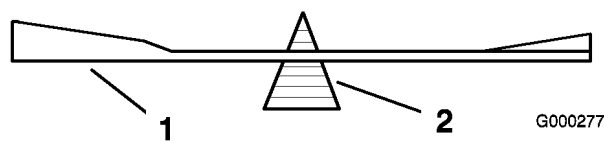
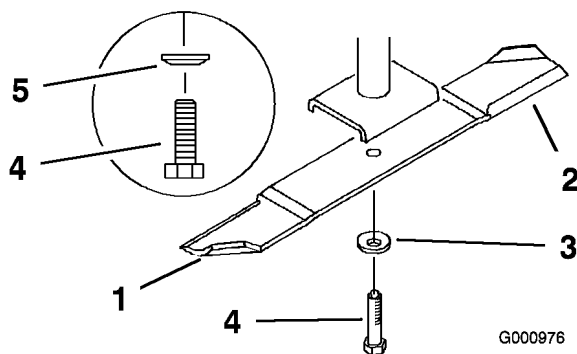

Figura 67
Figura 68
2. Retire del eje el perno de la cuchilla, la arandela de muelle y la cuchilla (Figura 68).
2. Verifique el equilibrio de la cuchilla colocándola sobre un equilibrador de cuchillas (Figura 67). Si la cuchilla se mantiene horizontal, está equilibrada y puede utilizarse. Si la cuchilla no está equilibrada, rebaje algo el metal en la parte de la vela solamente (Figura 68). Repita este procedimiento hasta que la cuchilla esté equilibrada.
1. Instale la cuchilla en el eje (Figura 68).
2. Instale la arandela de muelle y el perno de la cuchilla. El cono de la arandela de muelle debe estar orientado hacia la cabeza del perno (Figura 68). Apriete el perno de la cuchilla a 115-150 Nm.